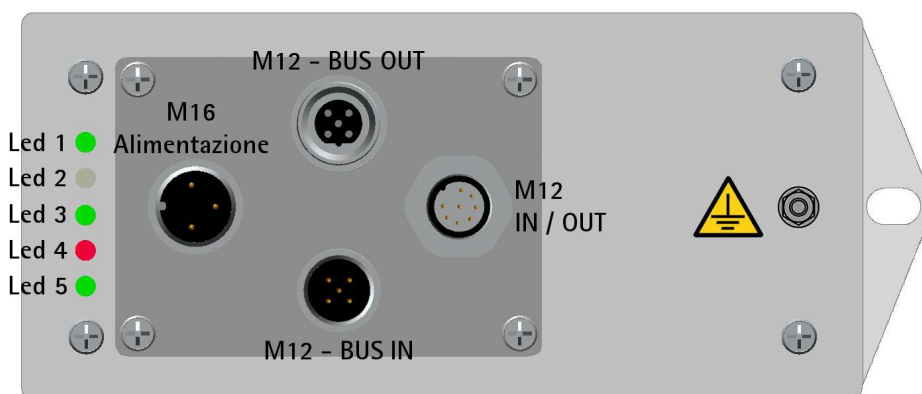

Figura 3: Connessioni elettriche e led di diagnostica
4.1 Collegamento messa a terra (Figura 3)
4.2 Connettori (Figura 3)
4.3 Indicatori LED (Figura 3)
Cinque led, posizionati in prossimità del connettore di alimentazione (si veda la Figura 3), segnalano visivamente la condizione di funzionamento dell'interfaccia CANopen e del dispositivo, come esplicitato nella seguente tabella: